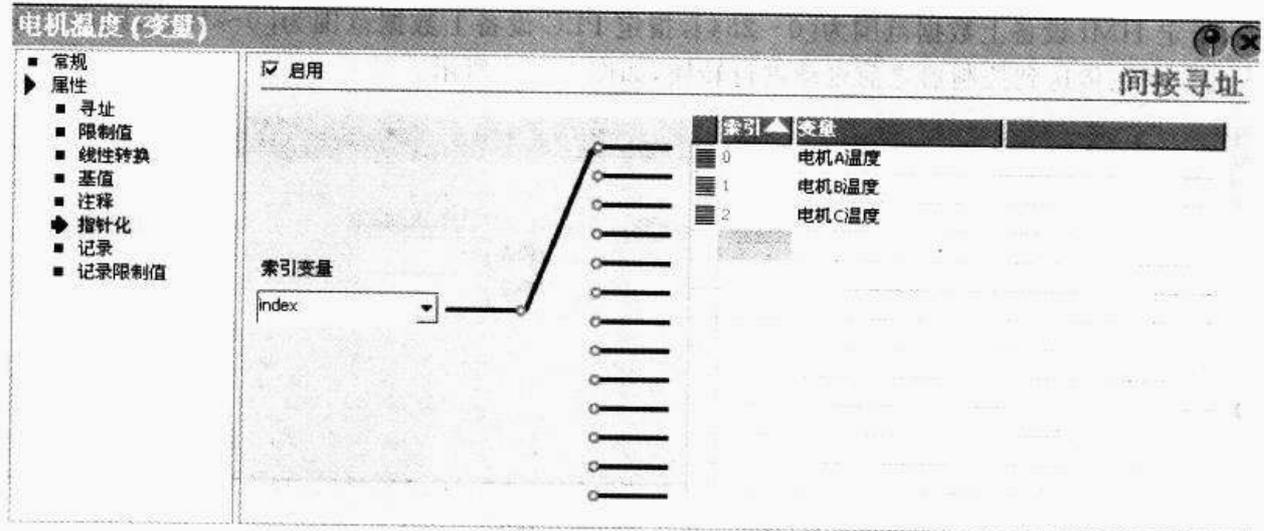

图 5-37 组态变量的指针化
② 组态一个索引变量,将之命名为“index”,类型为 INT 型。
③ 组态一个变量,将之命名为“电机温度”,在这里,可组态这个变量为指针化的变量,并如图 5-37 所示组态该变量的指针化。